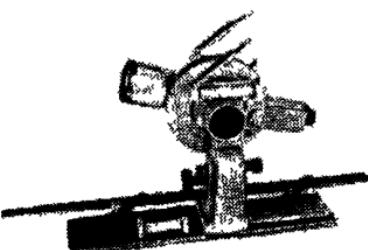

Рис. 21. Кипрегель-автомат KA-2
4.6. Кипрегель авторедукционный КА-2 (рис. 21) в комплекте с мензулой предназначен для выполнения мензульной съемки с составлением топографического плана непосредственно в процессе полевых измерений.